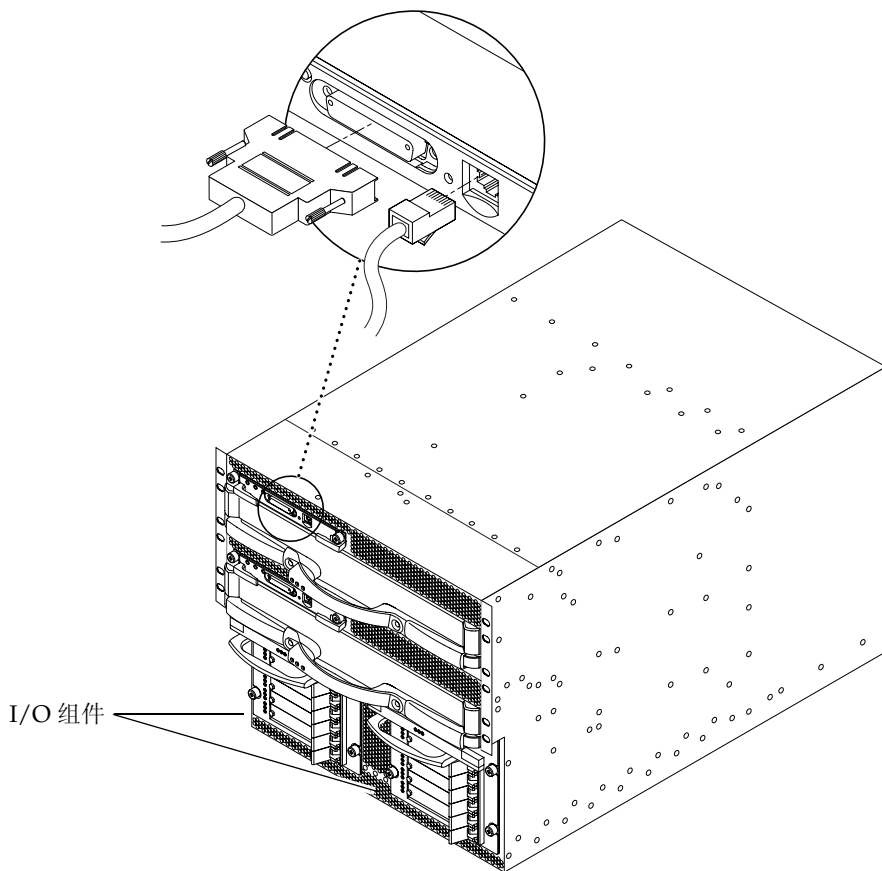

图 5-2 Sun Fire 3800 系统上的系统控制器和 I/O 部件位置
I/O 部件为域提供网络接口和外围设备入口（图 5-2）。
1. 将串行缆线的一端（TTYa 或空调制解调器）连接到主系统控制器板上的串行端口（图 5-2）。
1. 将 5 类以太网屏蔽缆线的一端连接到主系统控制器板上的 RJ-45 以太网端口（图 5-2）。